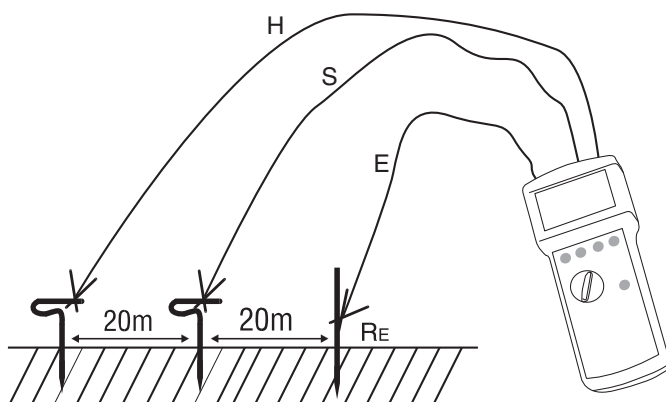

Figura 4: misurazione tripolare
- 1) Disporre le spine di messa a terra per il dispersore ausiliario e la sonda come illustrato nella figura 4. Questa disposizione può anche essere triangolare. La distanza tra la sonda e il dispersore e tra la sonda e il dispersore ausiliario deve essere di almeno 20 m. Posare con cura i conduttori e assicurarsi che i conduttori non siano posizionati in parallelo e non si incrocino per evitare possibili accoppiamenti.
- 2) Collegare i conduttori di misurazione con le spine di messa a terra come illustrato nella figura 4.
- 3) Ruotare il selettore dei tipi di misurazione (13) nella posizione "3 pol".
- 4) Impostare la tensione di contatto voluta con il tasto "UL" (11).
- 5) Se necessario, impostare la selezione manuale della frequenza con il tasto "auto/man" (16) e la frequenza di misurazione con il tasto "f1/f2" (12).
- 6) Premere il tasto "Start" (14).